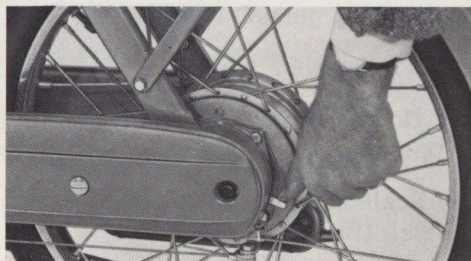

Abb. 7
d. Hebel (Abb. 7) drücken: der Knopf rückt wieder automatisch in seine normale Stellung zurück. Dieses Umschalten **soll nur** bei stillstehendem Motor durchgeführt werden.